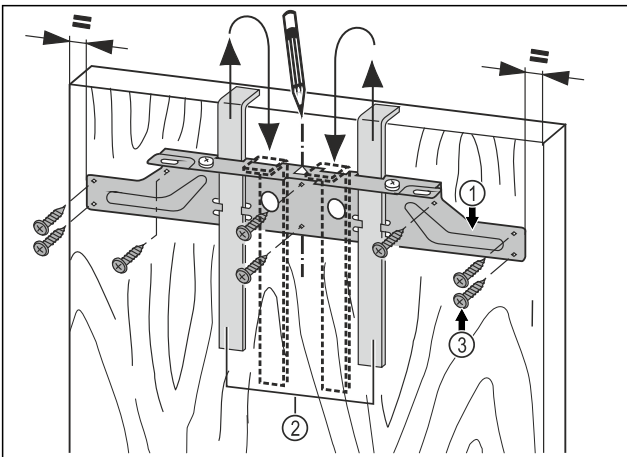

Fig. 45
- Befestigungstraverse Fig. 45 (1) mit den Montagehilfen Fig. 45 (2) auf die Innenseite der Möbeltür hängen.
- Befestigungstraverse Fig. 45 (1) mittig auf der Tür ausrichten.
- Die Befestigungstraverse Fig. 45 (1) mit mindestens 6 Schrauben Fig. 45 (3) festschrauben.
- Befestigungstraverse Fig. 45 (1) mit 4 Schrauben Fig. 45 (3) am Rand festschrauben.
- Montagehilfen Fig. 45 (2) nach oben herausziehen und in die danebenliegenden Aufnahmeöffnungen gedreht einschieben.